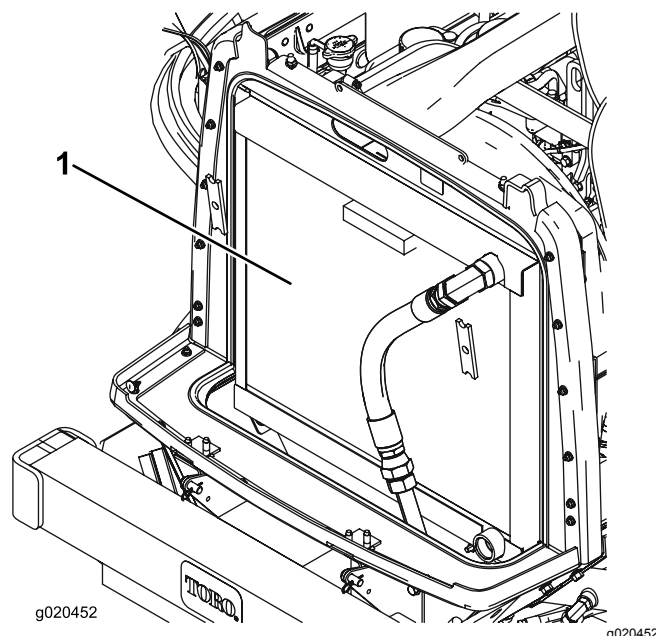

Figura 93
2. Pulite accuratamente entrambi i lati dell'area del refrigeratore dell'olio e del radiatore utilizzando aria compressa (Figura 93). Iniziate dal lato della ventola e fate uscire i detriti verso la parte posteriore. Successivamente eseguite la pulizia partendo dalla parte posteriore e soffiando l'aria verso la parte anteriore. Ripetete la procedura più volte fino a rimuovere completamente sporcizia e detriti.